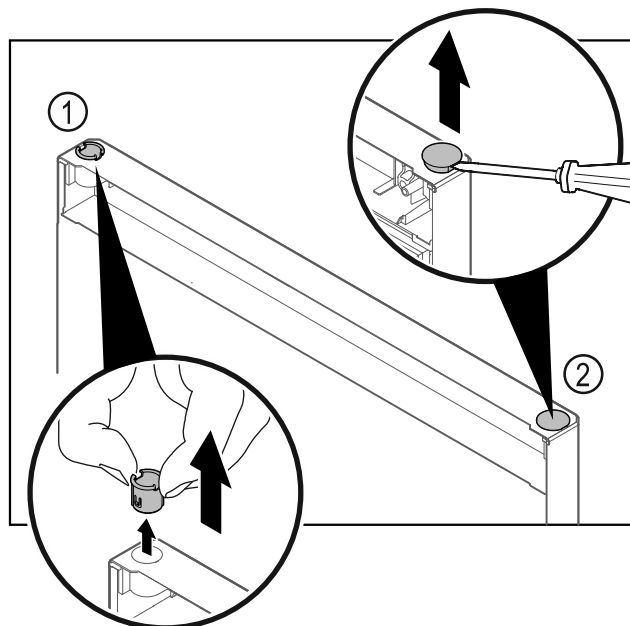

Fig. 40 Porte de la partie congélateur
- Retirer la bague Fig. 40 (1) avec les doigts.
- Soulever délicatement le bouchon Fig. 40 (2) avec un tournevis plat et le retirer.